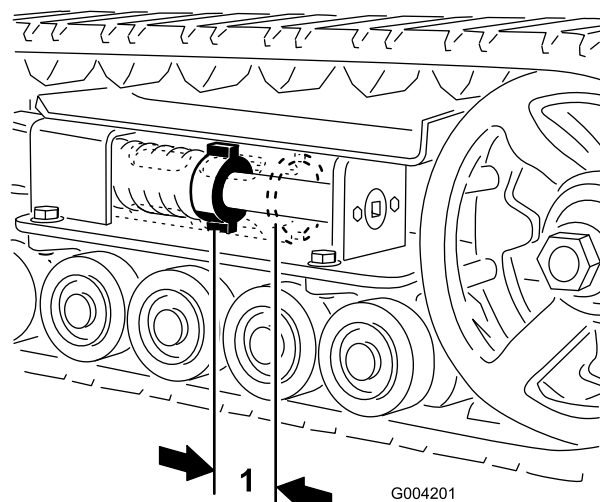
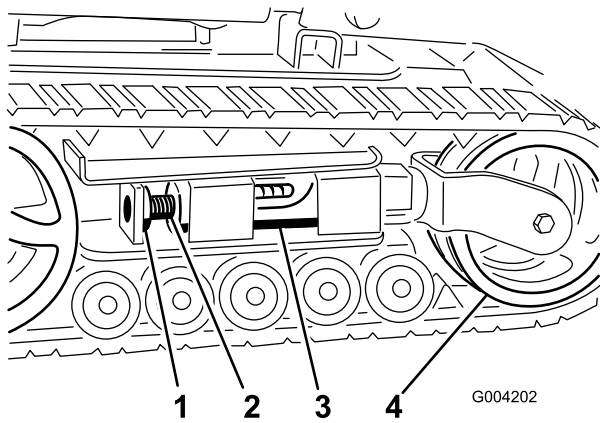
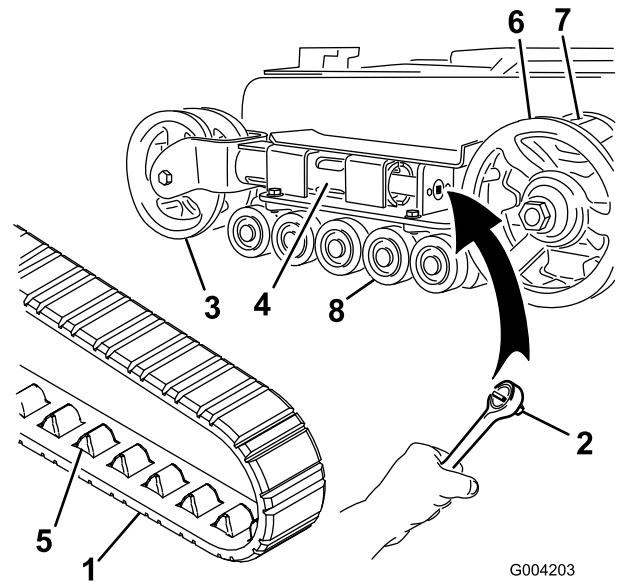
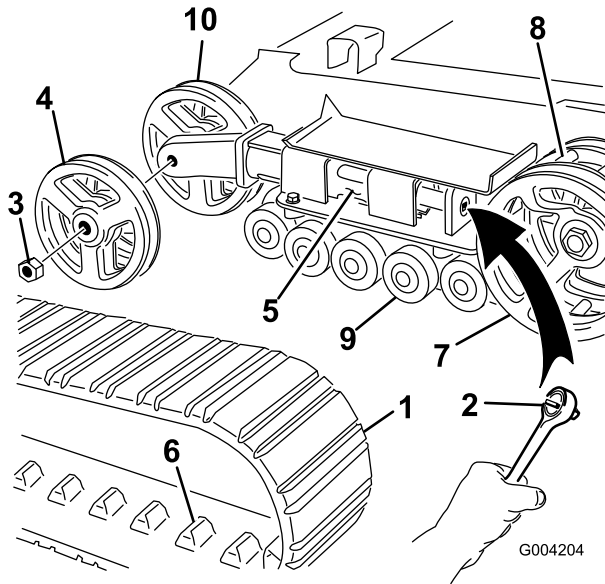

Figura 44
Figura 45
Figura 46
Figura 47
Debe haber una holgura de 7 cm entre la tuerca tensora y la parte de atrás del tubo tensor (Figura 44). Si no es así, ajuste la tensión de las orugas usando el procedimiento siguiente:
3. Retire el perno de bloqueo y la tuerca (Figura 45).
4. Usando una llave de 1/2 pulgada (Figura 46), gire el tornillo tensor en el sentido contrario a las agujas del reloj hasta que la distancia entre la tuerca tensora y la parte de atrás del tubo tensor (Figura 44) sea de 7 cm.
5. Alinee la muesca más próxima del tornillo tensor con el taladro del perno de bloqueo, y fije el tornillo con el perno de bloqueo y la tuerca (Figura 45).
5. Empuje la rueda tensora hacia la parte de atrás de la unidad de tracción para mover el tubo de horquilla contra el bastidor (Figura 46). (Si no toca el bastidor, siga girando el tornillo tensor hasta que lo toque.)
7. Cuando haya retirado la oruga de la rueda tensora, retírela de la rueda motriz y de las ruedas de rodaje (Figura 46).
8. Empezando en la rueda motriz, pase la oruga nueva alrededor de dicha rueda, asegurándose de que los dientes de la oruga encajen entre los espaciadores de la rueda (Figura 46).
9. Empuje la oruga por debajo de y entre las ruedas de rodaje (Figura 46).
11. Gire el tornillo tensor en el sentido contrario a las agujas del reloj hasta que la distancia entre la tuerca tensora y la parte de atrás del tubo de horquilla (Figura 44) sea de 7 cm.
4. Usando una llave de 1/2 pulgada, alivie la tensión en la oruga girando el tornillo tensor en el sentido de las agujas del reloj (Figura 45 y Figura 46).
4. Usando una llave de 1/2 pulgada, alivie la tensión en la oruga girando el tornillo tensor en el sentido de las agujas del reloj (Figura 45 y Figura 47).
5. Empuje la rueda tensora hacia la parte de atrás de la unidad de tracción para mover el tubo tensor contra el bastidor (Figura 47). (Si no toca el bastidor, siga girando el tornillo tensor hasta que lo toque.)
6. Retire la tuerca que fija la rueda tensora exterior y retire la rueda (Figura 47).
7. Retire la oruga (Figura 47).
8. Retire la tuerca que fija la rueda tensora interior y retire la rueda (Figura 47).
12. Instale la rueda tensora interior y fíjela con la tuerca que retiró anteriormente (Figura 47).
14. Instale la oruga nueva, asegurándose de que los dientes de la oruga encajen entre los espaciadores de la rueda motriz (Figura 47).
15. Instale la rueda tensora exterior y fíjela con la tuerca que retiró anteriormente (Figura 47).
17. Gire el tornillo tensor en el sentido contrario a las agujas del reloj hasta que la distancia entre la tuerca tensora y la parte de atrás del tubo tensor (Figura 44) sea de 7 cm.